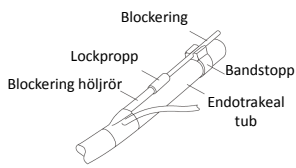

Bild 7
5. Vänd patienten på sida, kontrollera blockeringskuffens placering under bronkoskop och fixera blockeringskäftet på endotrakealtuben med bandstoppen (Bild 7). OBS: Se till att blockeringskuffen är placerad tillräckligt djup förbi trakealbifurkationen. Se [Fixering av blockerare].
2. Knäpp fast blockeraren på bandstoppen på endotrakealtuben (Bild 7). OBS: Bekräfta igen blockeringskuffens placering under direkt seende.